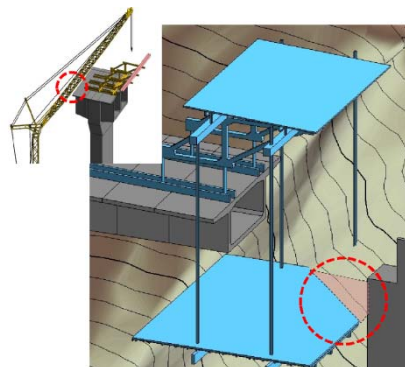

図3 施工段階におけるシミュレーション
- ②施工段階におけるシミュレーション（クレーンを用いた移動作業車の組立・解体時の検討、移動作業車の下段作業台と地山の干渉検討） [図3]
- ①干渉チェック : 2次元図面と異なり、各部材が同一モデル空間に存在するため、モデル化さえ行えば、干渉を瞬時にチェックすることが可能。
- ②施工段階におけるシミュレーション : 3次元モデルでは、正面・側面・平面が連動しているため、相互の取合いを同時に確認することが可能。また、図3(赤点線)に示すように干渉箇所が明確になり、事前に対策を講じることにより、手戻りの防止が図れる。
- ③コンクリート数量自動算出 : 等断面の部材など比較的単純な形状であれば数量算出は容易である。また、リフト高が変更になっても瞬時に数量を算出することが可能である。
- ④工程・コストまで拡張させた試行 : CIMモデルに時間軸を付与し、4次元とすることによって、任意の日付において、施工状況や出来高を確認することが可能。
- ⑤施工管理記録の橋梁モデルへの登録 : 維持管理段階で、施工管理記録や過去の維持管理記録の検索ならびに可視化を伴った閲覧が可能となる。